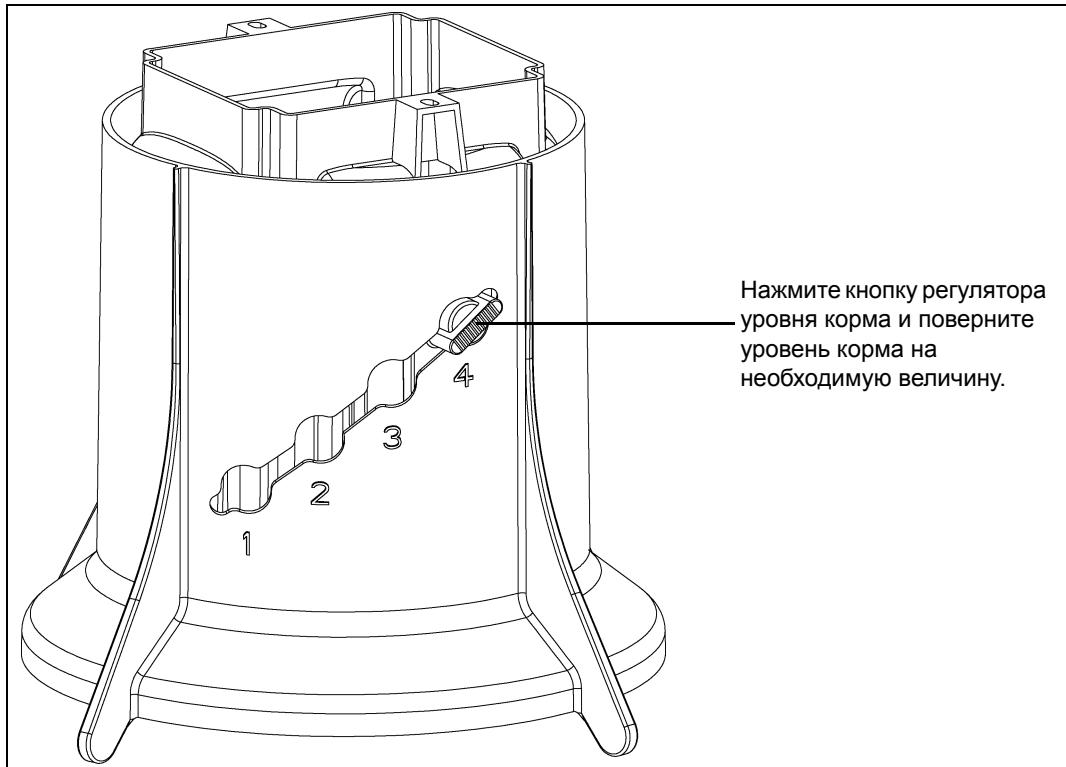

Рисунок 4I
3. Чтобы отрегулировать уровень корма, нажмите кнопку регулятора уровня корма и поверните уровень до необходимого значения, как показано на Рисунок 4I.
5. Чтобы отрегулировать уровень корма, нажмите кнопку регулятора уровня корма и поверните уровень до необходимого значения, как показано на *Рисунок 4I.*